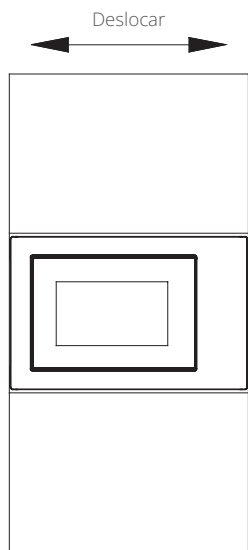

Fig.3
c) Desloque o eletrodoméstico paralelamente no armário de cozinha, conforme o sentido da seta indicado na figura, e tente centrá-lo. (Fig.3)